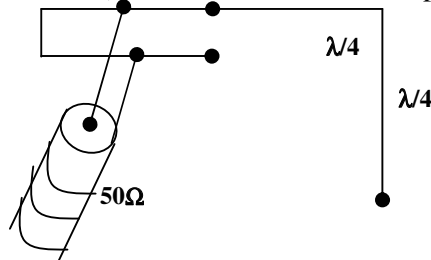

Fig10
-Antena din Fig.10 nu este GP ci dipol frant la 90° . O latura este verticala, iar cealalta –